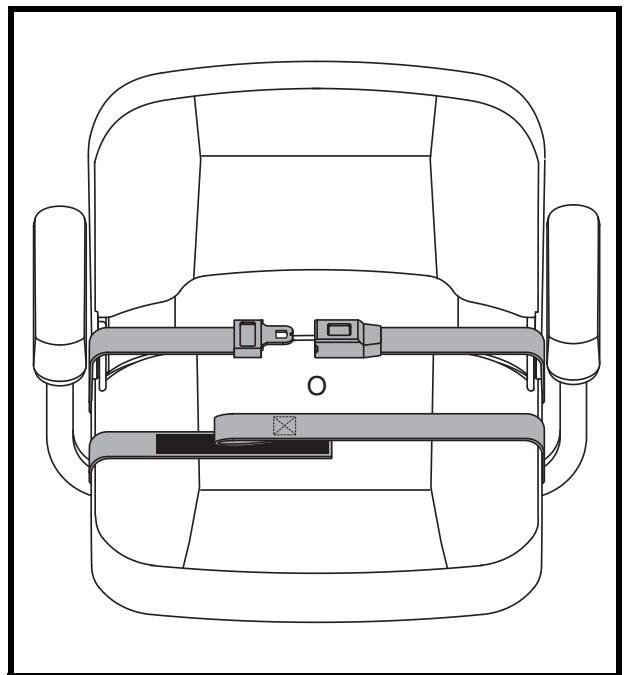

Figura 19. Cinturón de seguridad—hebilla de metal o sistema de cierre de tipo velcro
1. Introduzca la aleta metálica del lado derecho del cinturón en el cuadro de plástico del lado izquierdo y presione hasta oír un clic. **Ver la figura 19.**
1. Alinee las dos caras del cinturón colocando el extremo tipo velcro directamente sobre la cara (“hook”) de la correa opuesta. Presione firmemente ambos extremos. **Ver la figura 19.**